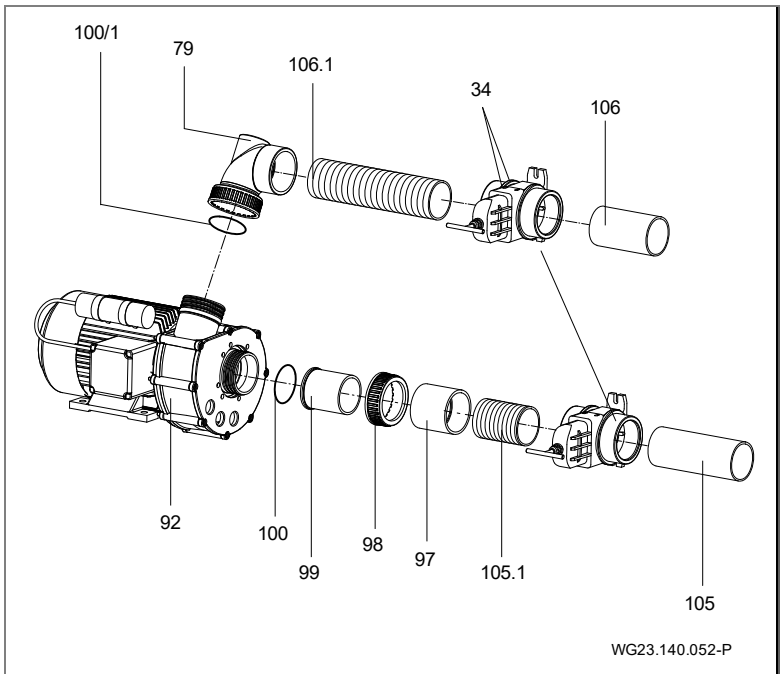

Fig. 21
12. Primavera: Con un martello di gomma ed un telo di protezione fissare i cappucci della regolazione della portata (21/1) e della regolazione dell'aria (111). (Fig. 21)